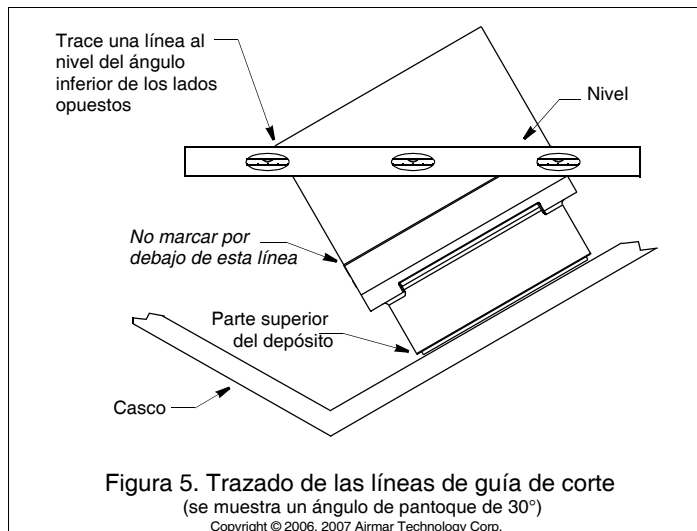

Figura 5. Trazado de las líneas de guía de corte (se muestra un ángulo de pantoque de 30°)
2. Cuando considere que la ubicación seleccionada es óptima, coloque el depósito *boca abajo* sobre el casco (Figura 5).